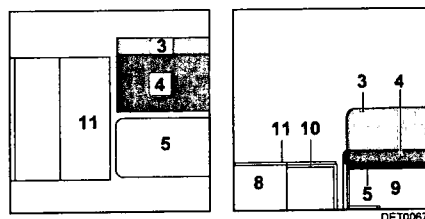

Bild 40 Während des Umbaus
- Sitzplatte (Bild 40,11) der Längssitzbank nach oben klappen.
- Bettkasten-Verlängerung (Bild 40,10) an der Längssitzbank etwas anheben.
- Bettkasten-Verlängerung (Bild 40,10) an der Längssitzbank bis zum Anschlag herausziehen.